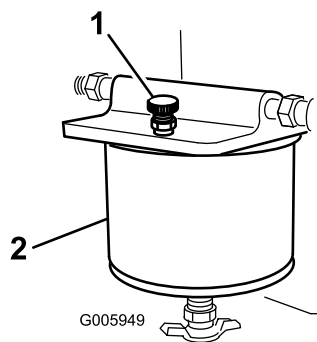

Рисунок 33
5. Откройте стравливающий винт наверху топливного фильтра, чтобы стакан заполнился топливом (**Рисунок 33**).